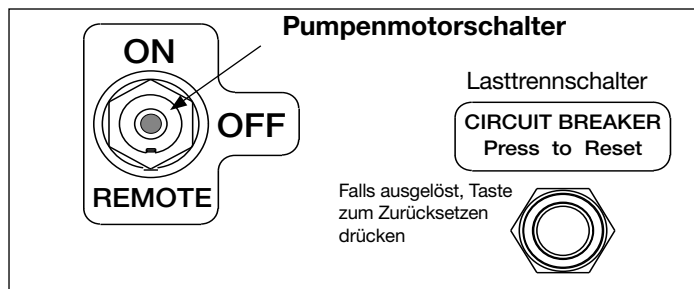

Abb. 9, Pumpenbedienfeld
5.2 Pumpenmotorschalter (siehe Abb. 9)